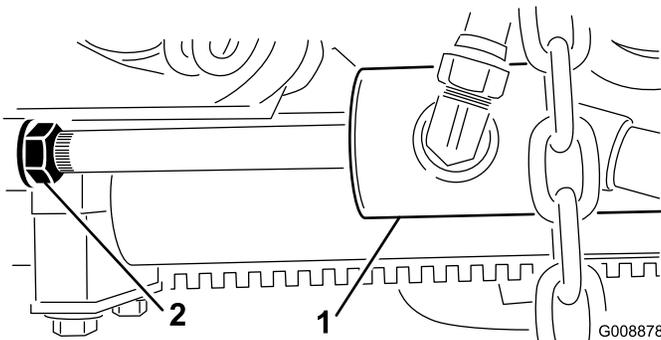

図 10
B. シリンダについているジャムナットを戻す (図 10)。